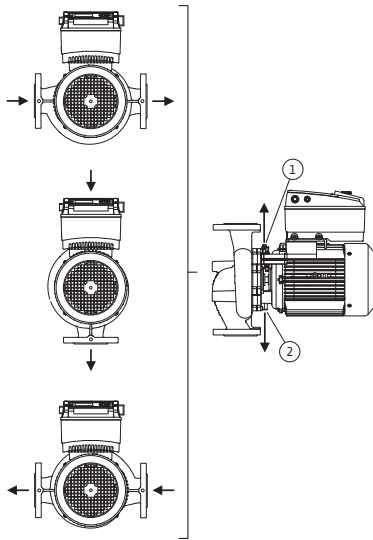

Fig. 18: Positions de montage autorisées avec arbre moteur horizontal
Les positions de montage autorisées avec arbre moteur horizontal et module électronique vers le haut (0°) sont représentées sur la fig. 18. Les positions de montage autorisées avec module électronique monté latéralement (+/-90°) ne sont pas représentées. Toute position de montage sauf « Module électronique vers le bas » (-180°) est autorisée. Le dégazage de la pompe n'est assuré que si la soupape d'échappement pointe vers le haut (fig. 18, pos. 1). Seule cette position (0°) permet d'éliminer de façon ciblée le condensat présent via un perçage présent, lanterne de pompe et moteur (fig. 18, pos. 2).
- En cas d'arbre moteur à l'horizontale, la position vers le bas de l'orifice de condensation est obligatoire (Fig. 18, Pos.2). Le cas échéant, il faut tourner le moteur en conséquence.